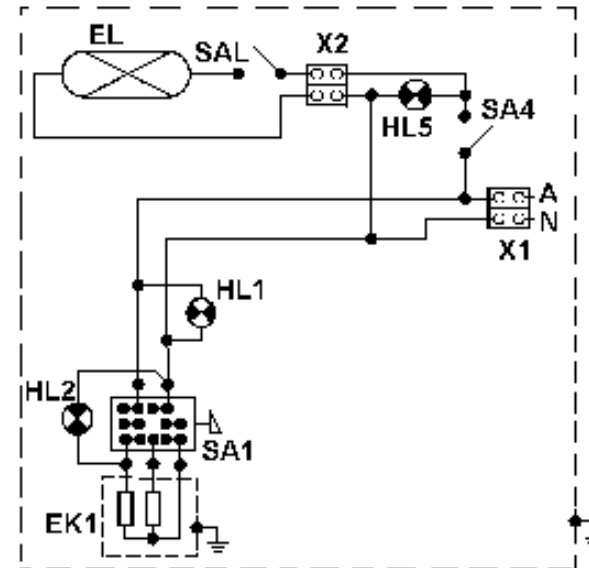

Рис. 5
8.5 Схема электрическая принципиальная приведена на рис. 5.
пления стойки к каркасу и подключить провода шнура электропитания светильника к зажимам промежуточной клеммной колодки (Х2, см. рис.5);